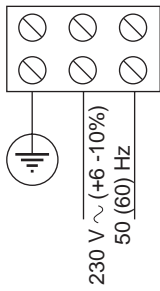

Abb. 12
- ① Sicherung F1 1AT/230Vac - 5x20
- ② Klemmenbrett X1 (230V) - Abb. 12
- ③ NS-Klemmenbrett X2/X4